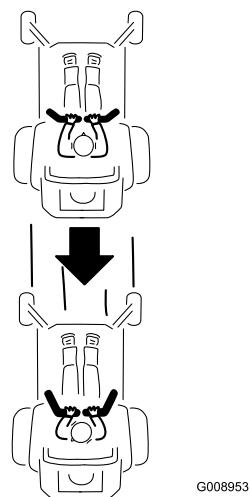

Figura 20
- Para recuar, olhe para trás de si e para baixo, enquanto lentamente puxa as alavancas de controlo do movimento para trás (Figura 20).
Para andar a direito, aplique pressão igual em ambas as alavancas de controlo do movimento (Figura 20).